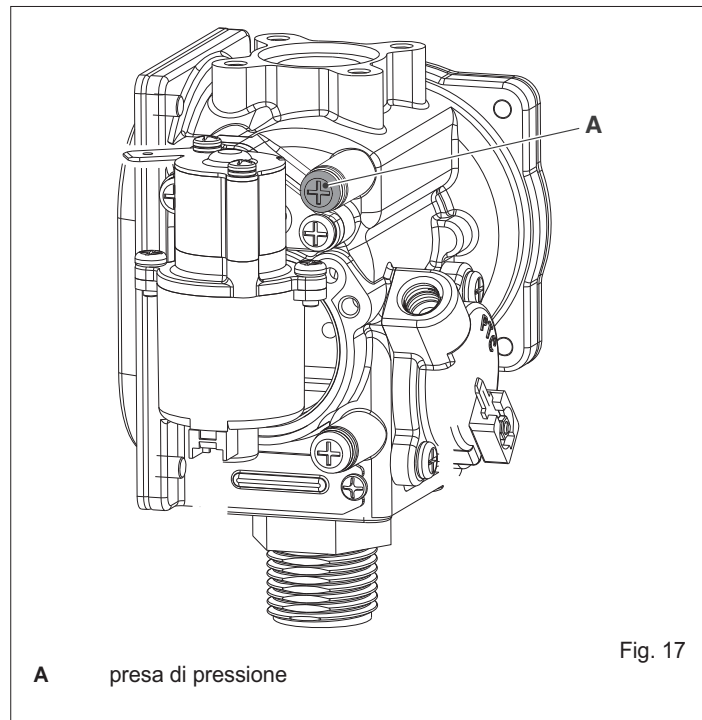

Fig. 17
- Svitare la vite della presa di pressione (A - Fig. 17) sulla valvola del gas e collegarvi il manometro.